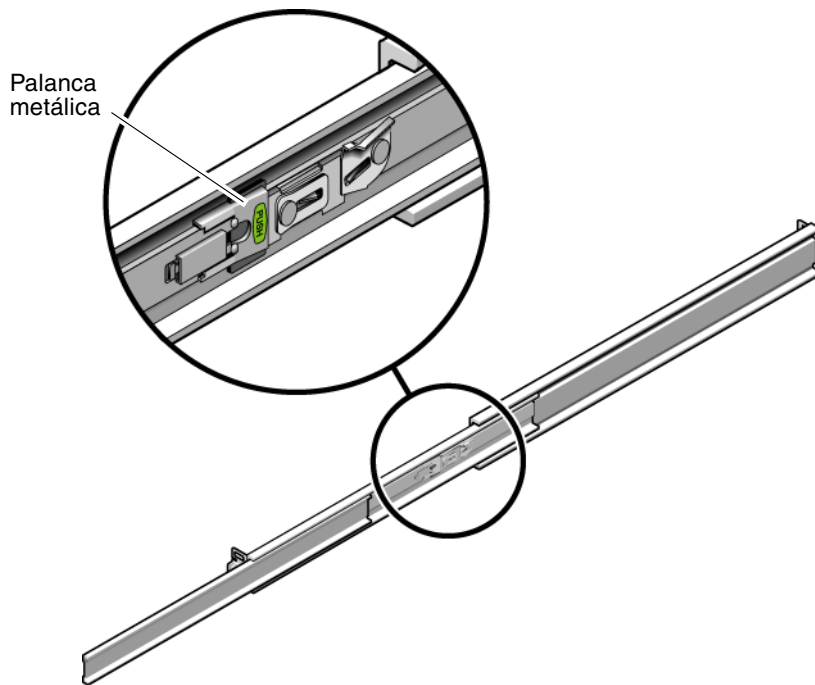

FIGURA 2-14 Desbloqueo de la sección central de la guía deslizante
- d. Presione la palanca metálica (marcada con la palabra Push) de la sección central (FIGURA 2-14) de la guía deslizante y entonces vuelva a empujar la sección central al interior del bastidor.